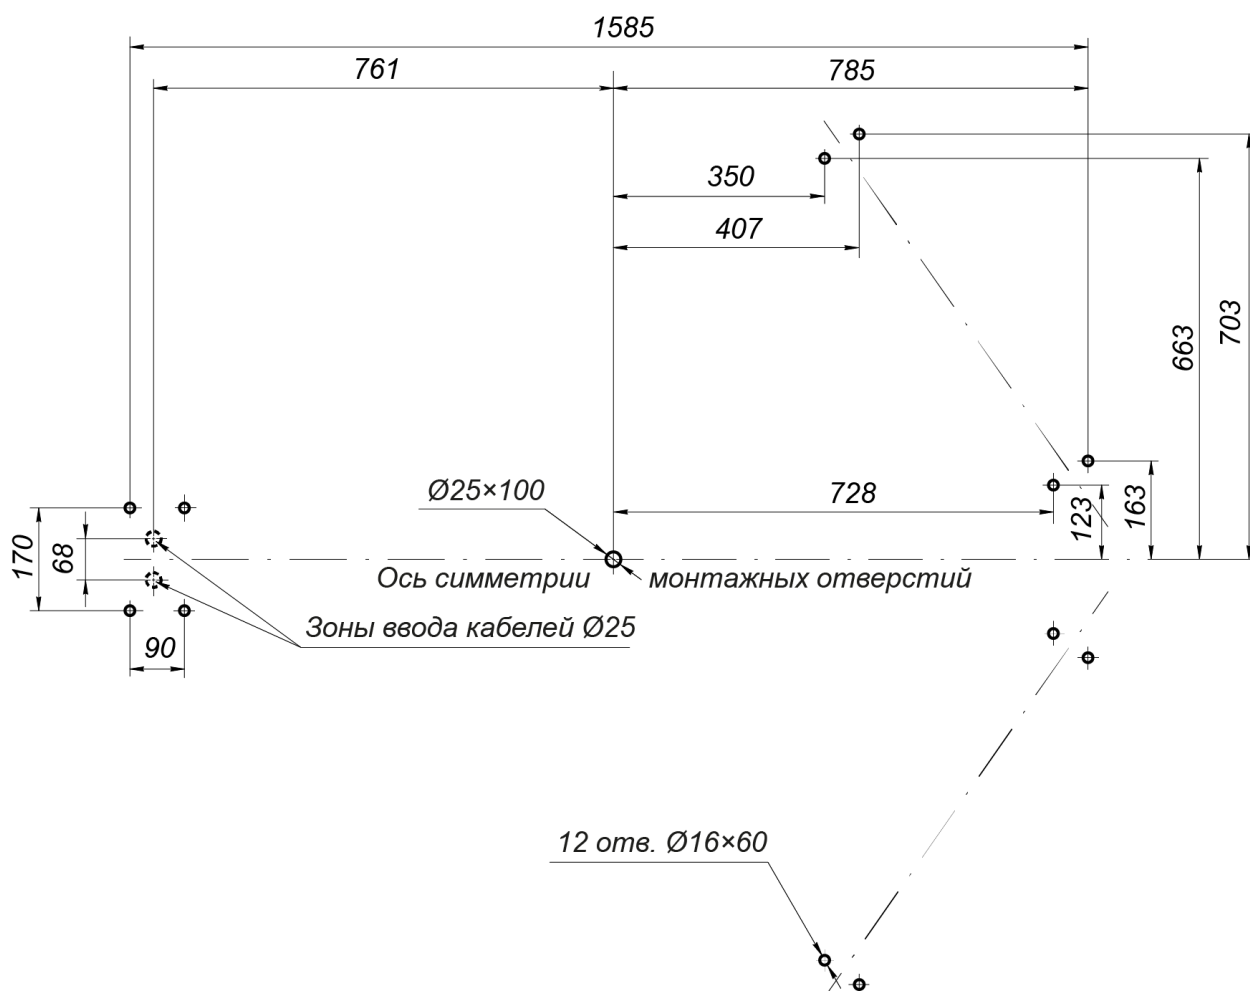
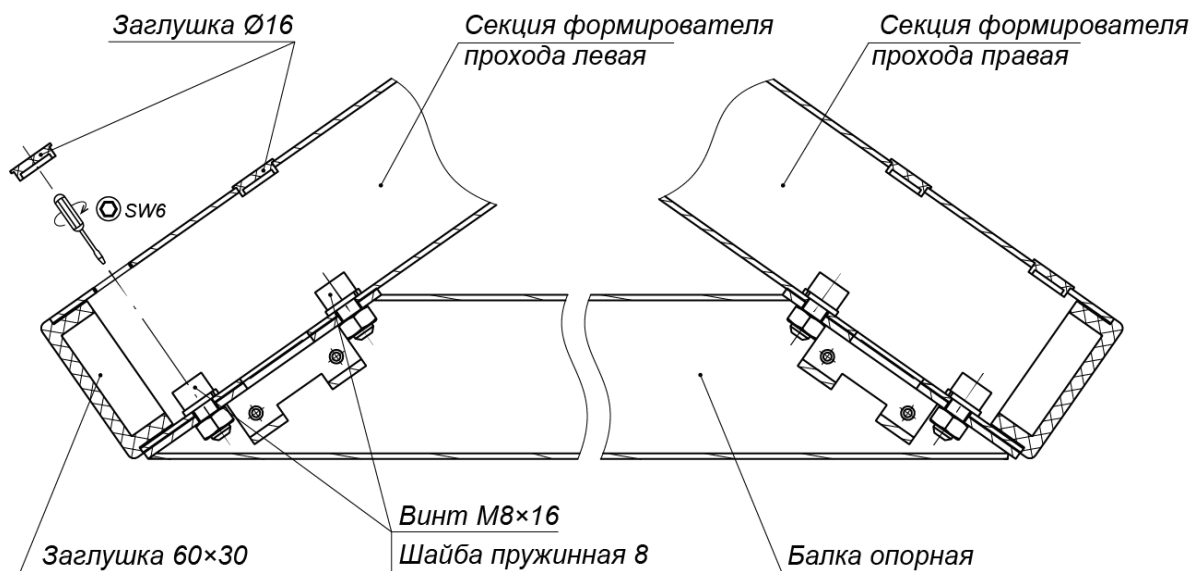

Рисунок 12. Схема разметки для монтажа турникета
Рисунок 13. Крепление балки опорной (7) к секциям (6) формователя прохода
3. Выполните на установочной поверхности разметку отверстий для монтажа турникета. Используйте шаблон из комплекта поставки, но затем обязательно проверьте истинность расстояний в соответствии с рис. 12.
- Установите секции (6) формователя прохода на установочную поверхность, ориентируя отверстия в опорных фланцах по расположению анкеров. При этом левая и правая секции должны быть правильно выставлены и сориентированы: блоки индикации формователей должны быть развернуты от оси симметрии (см. рис. 12) и учтено расположение на секциях мест крепления опорной балки (см. рис. 13).
9. Установите балку опорную (7) на секции (6) формователя прохода:
- Закрепите балку опорную на секциях формователя прохода четырьмя болтами М8×16 (ключ SW6) из комплекта сборочно-монтажных принадлежностей (ящик №4). При уличном монтаже стыки опорной балки с секциями формователя прохода рекомендуется герметизировать, используя атмосферостойкий силиконовый герметик по инструкции производителя (см. рис. 13).
10. Распакуйте стойку с преграждающими планками (5) (ящик №4).
11. Установите стойку с преграждающими планками (5) (работайте вдвоем!):
- Для варианта прокладки кабелей питания и управления через кабельные каналы в установочной поверхности снизу: положите стойку с преграждающими планками (5) на установочную поверхность таким образом, чтобы опорный фланец находился рядом с зоной отверстия А. Затем, используя монтажную проволоку, протяните кабели через нижнее отверстие в преграждающей стойке со стороны фланца вверх по стойке до ее верхнего отверстия. Выпуск кабелей на выходе из верхнего отверстия должен составлять 0,8 - 1,0 м. Временно зафиксируйте концы кабелей на верхней планке преграждающей стойки (к примеру, с помощью липкой ленты).
- Установите стойку с преграждающими планками на отверстия с анкерами в установочной поверхности по оси симметрии, при этом фланец должен встать на зону А, а место нижнего узла вращения (3) – на отверстие с анкером M16 (см. рис. 12).
17. Окончательно затяните анкерные болты крепления к установочной поверхности опорных фланцев стойки с преграждающими планками (5) и фланцев секций (6) формирователя прохода. При возникновении перекосов в силовых элементах конструкции турникета допускается использовать монтажные прокладки.
19. Закройте пластиковыми заглушками Ø16 отверстия для болтов соединения секций ротора (2) и отверстия крепления балки опорной (7) к секциям (6) формирователя прохода (см. рис. 13 и 20).